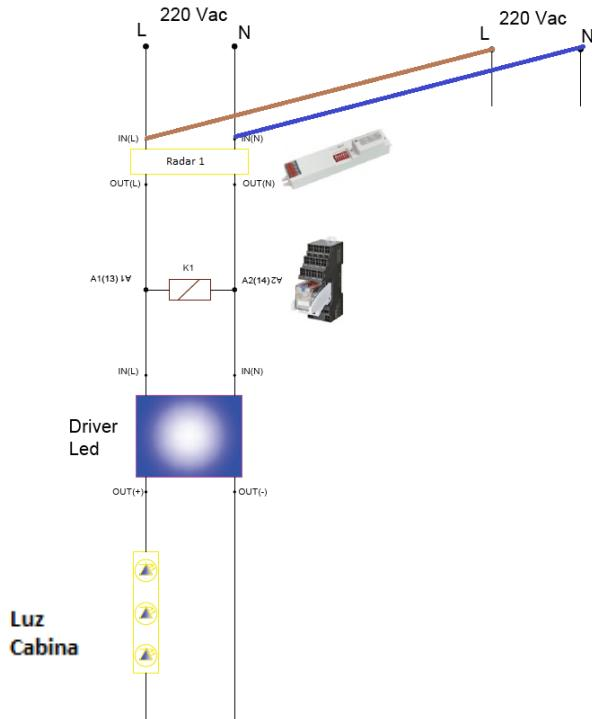

Fig. 4
- IV. Depuis l'entrée Radar 1, nous allons prendre une ligne électrique (LN) pour alimenter le KIT GERMICILED (Fig. 4).